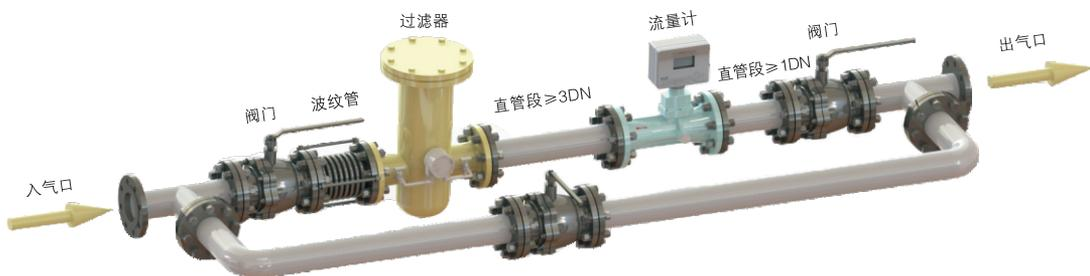

图7 旁通管道安装图
- (1) 流量计周围不得有强外磁场干扰和强烈的机械振动，安装前应根据其使用要求审核使用环境条件，以便正常使用；
- (2) 流量计在室外安装时，上部应有遮盖物，以防雨水侵入和烈日曝晒而影响流量计的使用寿命；
- (3) 流量计可任意角度安装，流体的流向应同流量计上标明的流向一致，且在流量计的上、下游应分别保证有3DN和1DN的直管段长度；
- (4) 为了不影响流体的正常输送，可按图7安装旁通管路，在正常使用时，必须锁闭旁通管道阀门；
- (5) 必要时应在流量计上游处(3DN以上)安装过滤器(本公司可配套)，以滤除介质中的颗粒杂物；
- (6) 在管道施工时，应考虑安装伸缩管或波纹管，并根据流量计的实际尺寸合理铺设上、下游管道，以免对流量计产生严重的拉伸或扭转应力；
- (7) 流量计应与管道同轴安装，并防止密封垫片和黄油进入管道内腔。